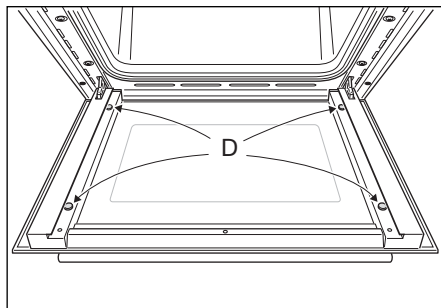

Figura 47a
- Assicurarsi che i quattro tamponi di gomma siano in posizione ("D" nella figura 47a).